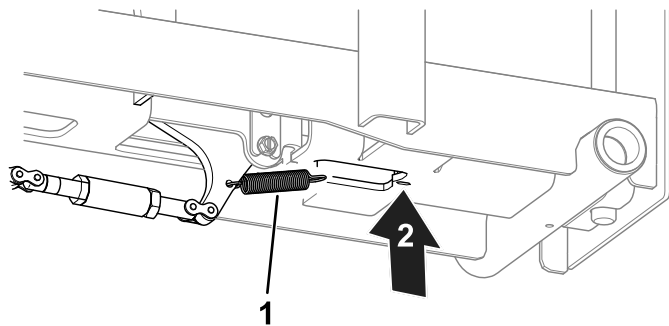

Bild 15
9. Verbinden Sie die Feder mit dem Radanschlag und der Unterseite der Rampe (Bild 15).